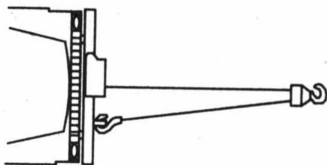

Bild 15
1. Dubbla lina med ett remskivablock (se Fig.15) för att minska belastningen på vinschen, vajern och batteriet. Dubbla foder kommer också att minska vinschlinans hastighet. Se till att all utrustning som används uppfyller vinschens maximala linjedragningsvärde. Vid dubbelfodring ska remskivorna klassas till minst två gånger vinschens lindragningsvärde.